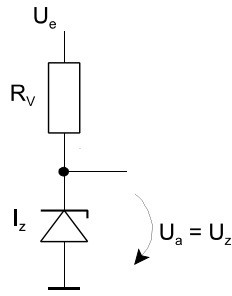
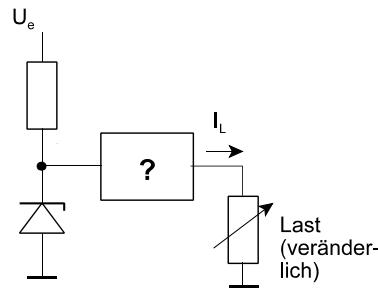

Abb. 5
Abb. 6
9. Abb. 5 zeigt die Grundsaltung der Spannungsstabilisierung mit einer Zenerdiode. Die Ausgangsspannung bleibt nur dann wirklich konstant, wenn man keine Last anschließt. Wie kann man aber eine konstante Ausgangsspannung = Zenerspannung auch dann bereitstellen, wenn eine Last angeschlossen ist (Abb. 6)? Es sind zwei Lösungen gesucht: